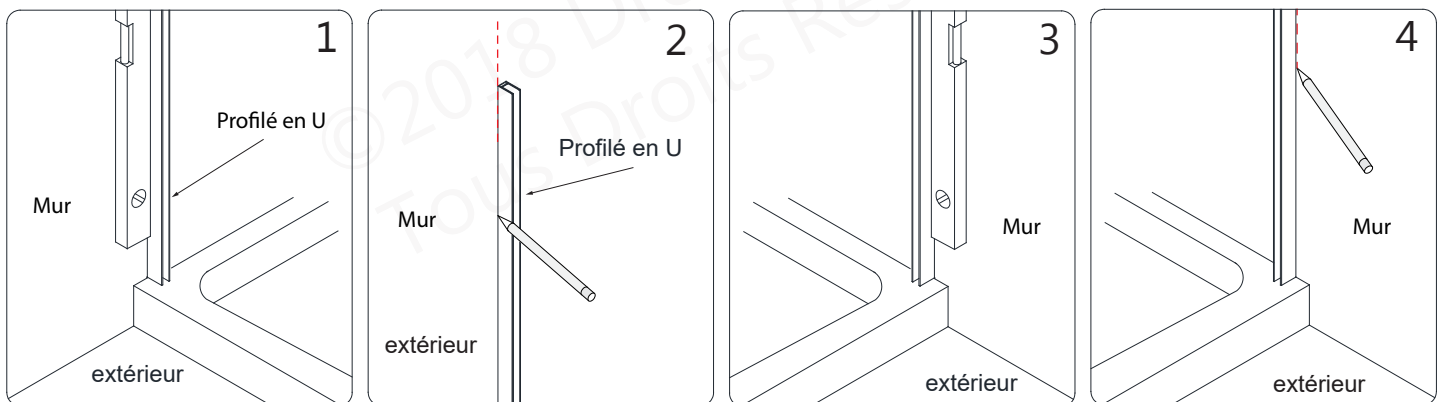

Fig 2
2. Assurez-vous que les deux **Profils en U d'Acier Inoxydable (N° 11)** sont parfaitement d'aplomb. Marquez au murs la position des **Profils en U d'Acier Inoxydable (N° 11)**. (**Fig 2**)